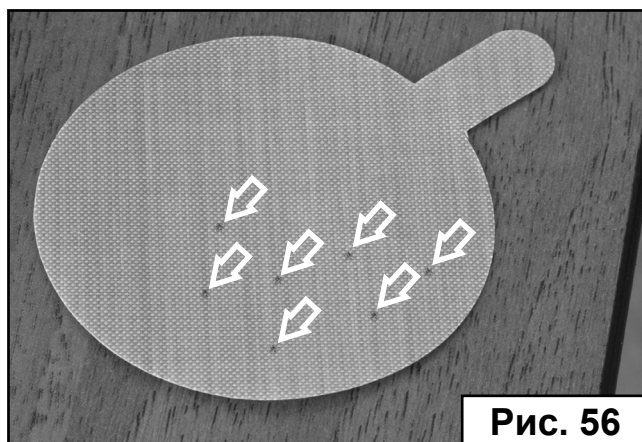

Рис. 56
3. Тщательно осмотрите использованную (рабочую) поверхность салфетки. Для предотвращения загрязнения нагревателя удалите все крупные (ясно видимые) частички (Рис. 56).
Проботборное устройство (поз. 1 рис. 56) с комплектом металлических сеток-концентраторов (поз. 2 рис. 57) предназначено для сбора проб (микрочастиц и паров ВВ) **в труднодоступных местах**, а также в условиях запыленной и задымленной атмосферы.